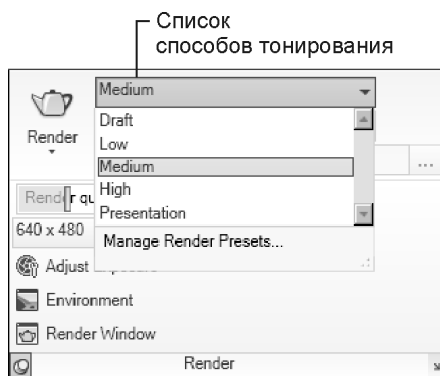

Рис. 14.7. Выбор способа тонирования из раскрывающегося списка на панели инструментов **Render** ленты
- Разверните на панели инструментов **Render** (Тонирование) раскрывающийся список (рис. 14.7) и выберите из него способ тонирования.
1. Установите текущим нужный именованный вид и выберите способ тонирования из раскрывающегося списка на панели тонирования **Render** (Тонирование) ленты (см. рис. 14.7).